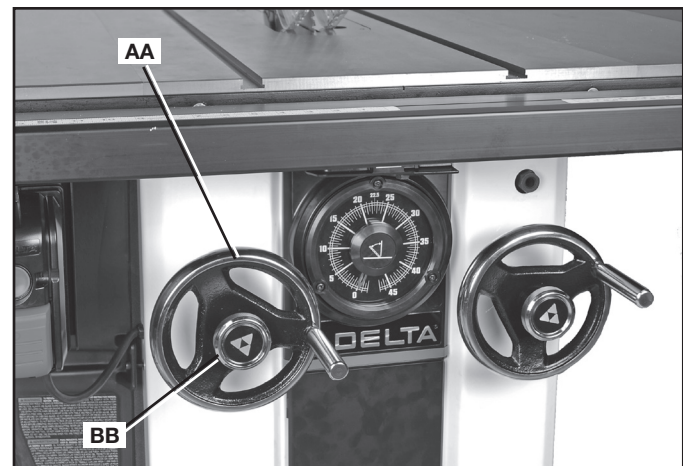

FIG. 21
Levante o baje la hoja con el volante izquierdo (AA), Fig. 21. Antes de levantar o bajar la hoja, asegúrese de aflojar la perilla de bloqueo (BB), Fig. 21, girándola en sentido contrario a las agujas del reloj.
Ajuste la perilla de bloqueo (BB), Fig. 21, para mantener la hoja levantada a la altura deseada. Sólo se necesita una pequeña cantidad de fuerza para bloquear el mecanismo de elevación de la hoja con firmeza. Cualquier fuerza adicional ejerce una tensión no necesaria en el dispositivo de bloqueo.